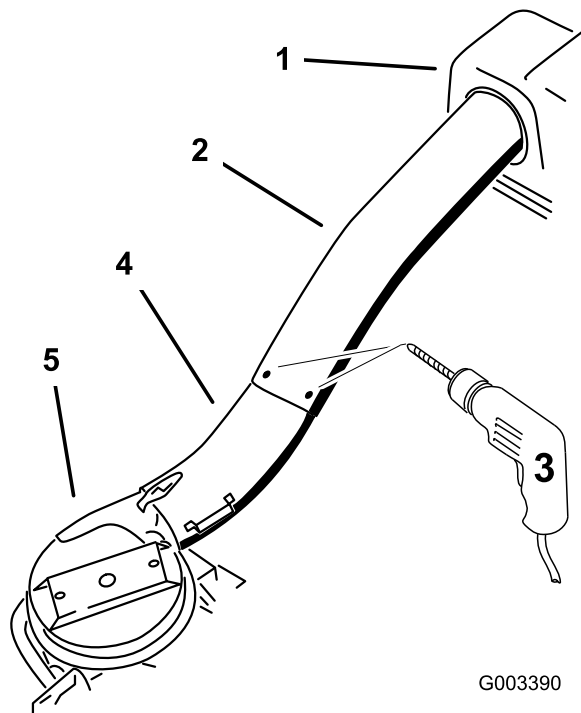

Figura 28
12. Usando los tres taladros o muescas del tubo superior como guía, perfora tres taladros (7/32" de diámetro) en el punto de unión de los tubos superior e inferior (Figura 28).